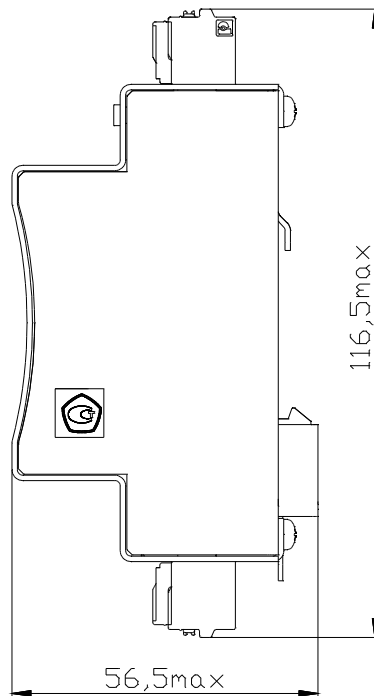

Рисунок 3 – Модуль УВВ. Габаритный чертеж. Вид сбоку
- знак утверждения типа (см. рисунок 3);
Модуль устанавливается на DIN-рейку с помощью фиксирующей защелки (см. рисунок 3).